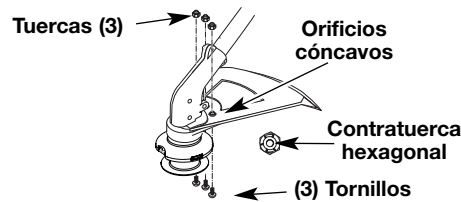

Fig. 5
2. Coloque uno de los tres (3) provistos contratuercas hexagonal en uno de los tres orificios cóncavos de la parte superior del protector accesorio de corte (Fig. 5).
3. Instale un tornillo en el orificio de la base del protector accesorio de corte. Atorníllelo en la tuerca instalada en el paso 2 (Fig. 5). No lo ajuste.